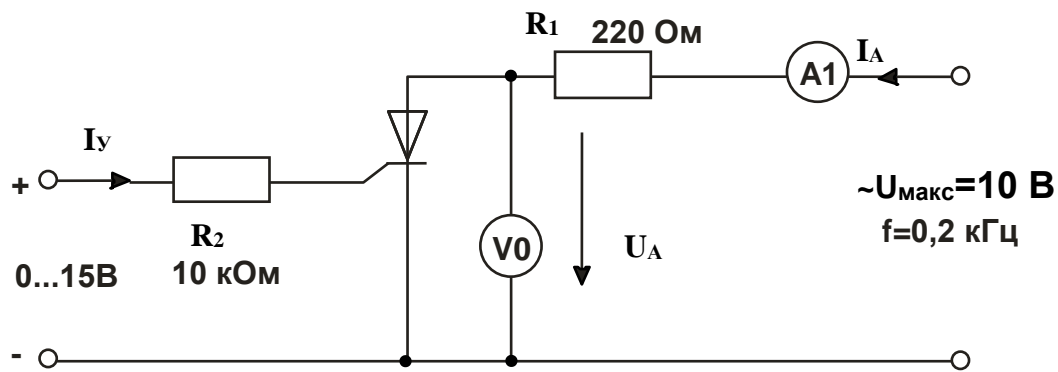

Рис. 6.2.4
- Соберите цепь (рис. 6.2.4) для снятия вольтамперной характеристики $I_A(U_{ак})$ тиристора с помощью осциллографа (виртуального или электронного). Установите максимальную амплитуду синусоидального напряжения и максимальное значение постоянного напряжения 15 В.